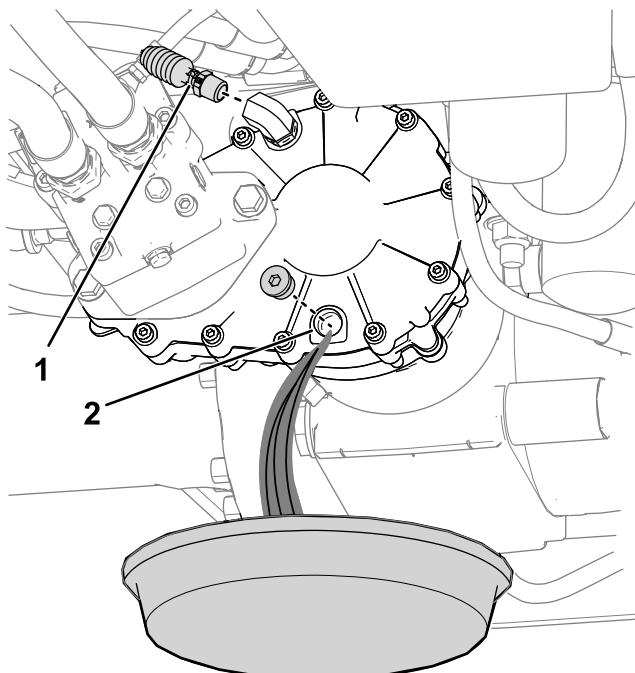

Figure 111
1. Placez un bac de vidange sous l'orifice de vidange du boîtier d'engrenages (Figure 111).
2. Détachez le raccord cannelé et le soufflet du raccord à 90° sur le boîtier d'engrenages (Figure 111).
3. Retirez le bouchon de l'orifice de vidange (Figure 111) et vidangez complètement le boîtier d'engrenages.